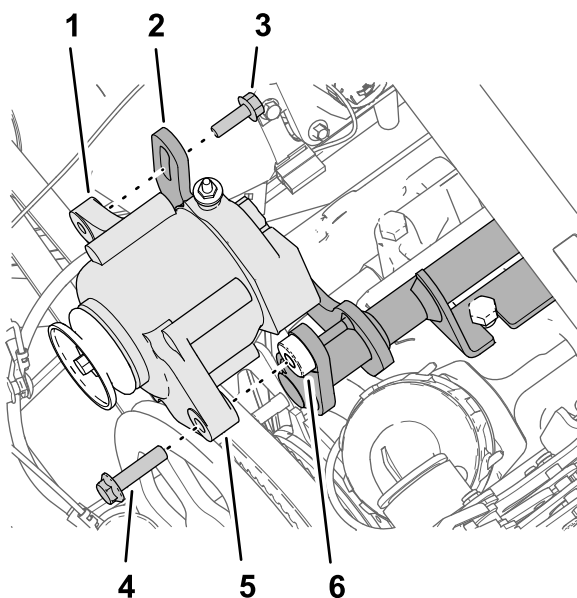

Рисунок 222
1. Установите генератор (60 А) на резьбовой прилив кронштейна генератора (Рисунок 222) с помощью болта с фланцевой головкой ($\frac{3}{8} \times 1\frac{1}{2}$ дюйма).
- Установите резьбовой фланец генератора на фланец с пазом кронштейна генератора (Рисунок 222) с помощью болта с фланцевой головкой (8 x 25 мм).